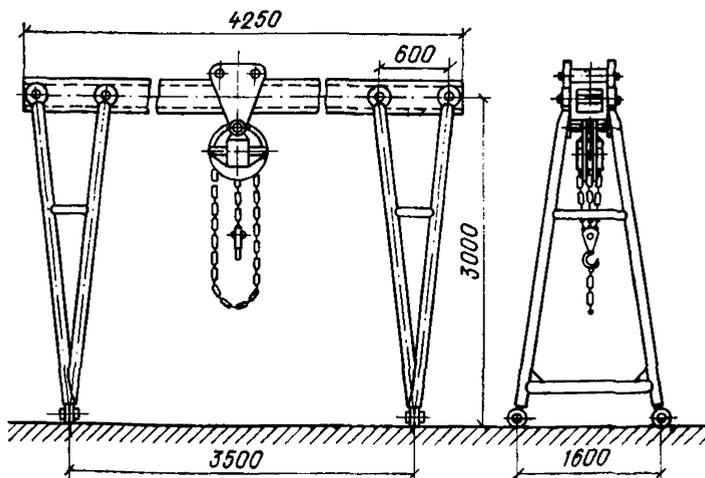

Рис. 1. Грузоподъемные передвижные козлы
2. Простые грузоподъемные передвижные металлические козлы на роликах с таями (рис.1).